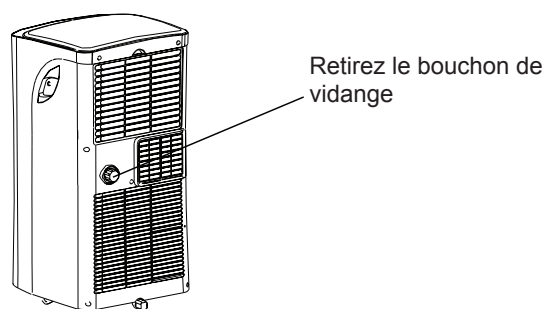

Fig.21
- Pendant le mode de déshumidification, retirez le bouchon de vidange à l'arrière de l'unité, installez le connecteur de vidange (embout femelle universel 5/8) avec un tuyau $\frac{3}{4}$ (disponible sur le marché). Pour les modèles sans connecteur de vidange, attachez seulement le tuyau de vidange dans le trou. Placez l'extrémité ouverte du tuyau directement au-dessus de zone de vidange sur le plancher. Veillez à voir Fig.21 et 22.